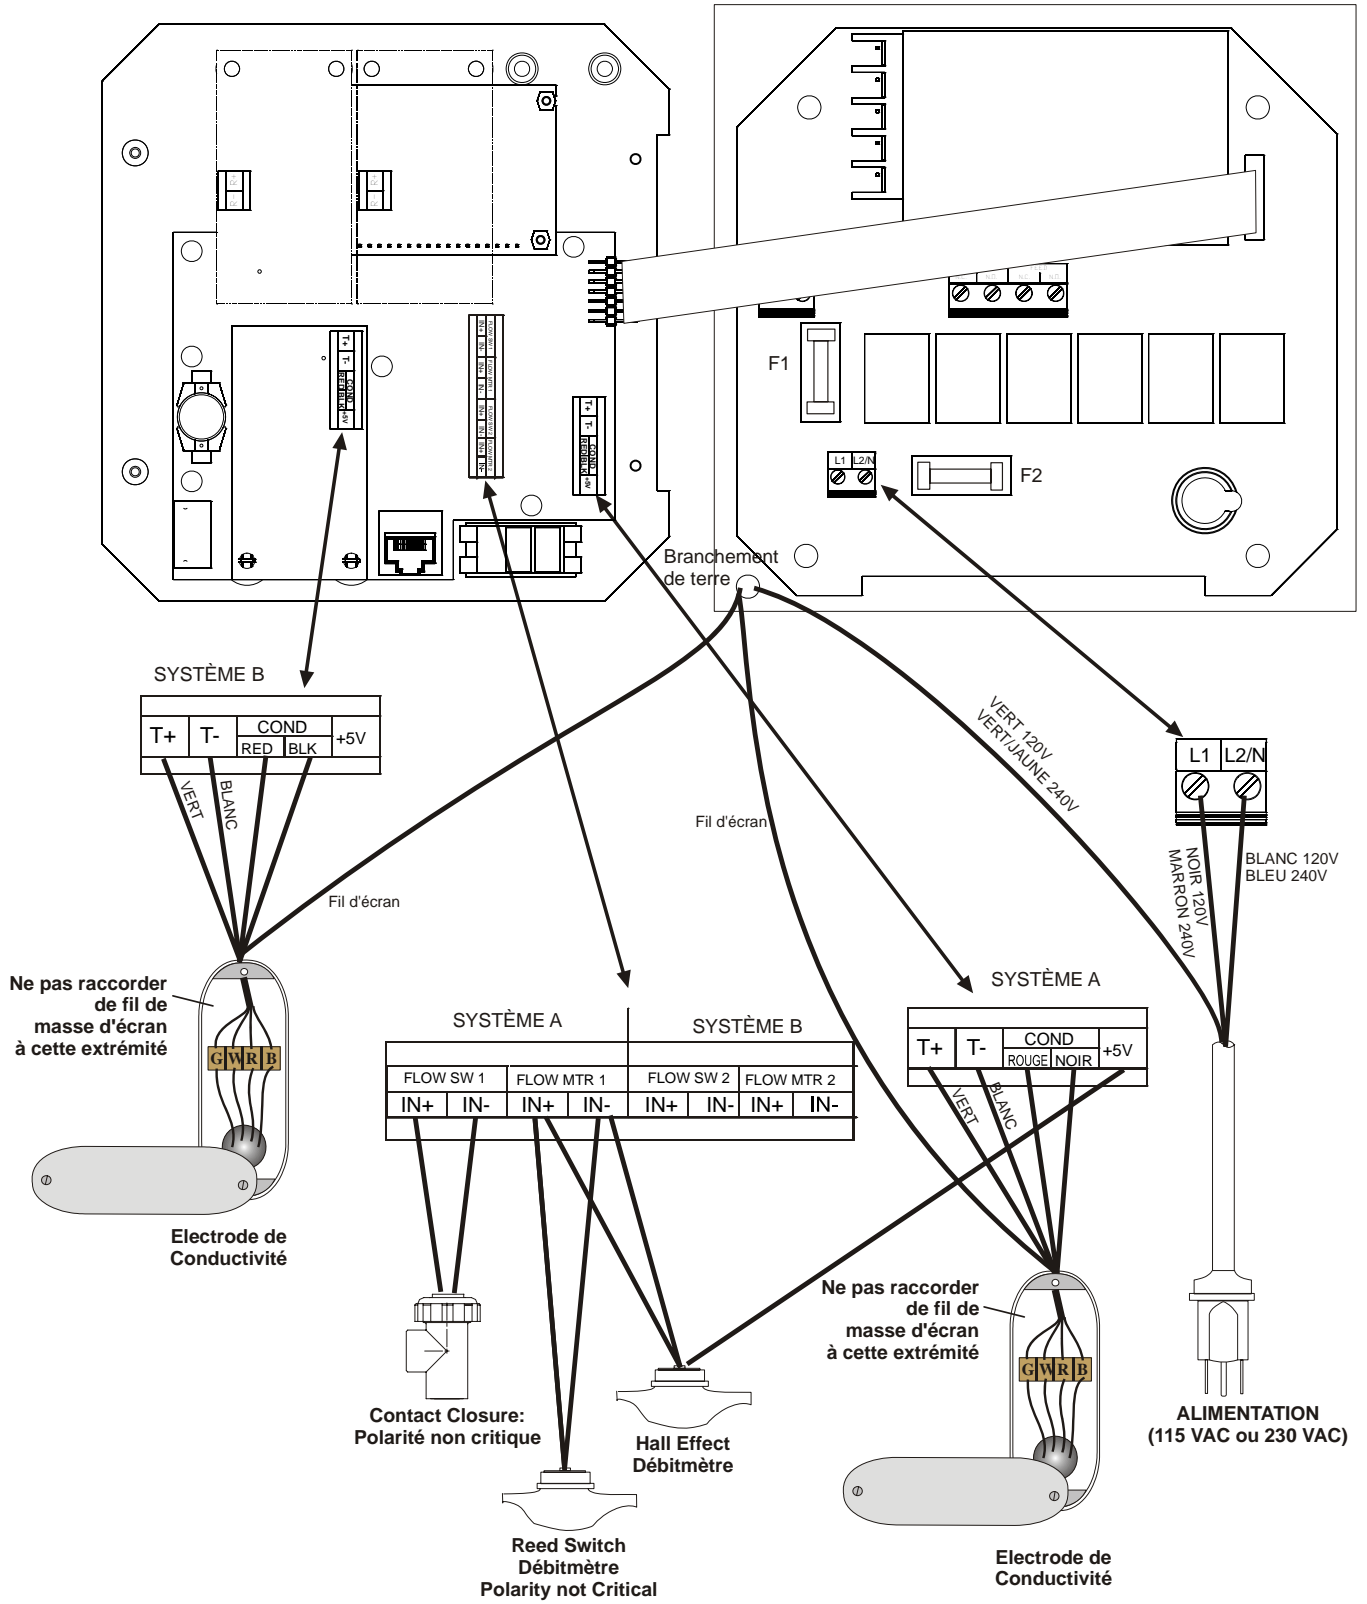

Figure 4 Entrées
Les différentes options de câblage standard sont montrées dans la figure 2, ci-dessous. Votre régulateur WDB arrivera de l'usine précâblé ou prêt au câblage. Selon votre configuration des options, vous devrez recâbler quelques ou toutes les entrées/sorties de l'appareil. Reportez-vous aux figures 4 et 5 pour la disposition et le câblage.
2. Lorsque vous câblez l'entrée du débitmètre optionnel, la sortie 4-20 mA ou le détecteur de débit à distance, il est recommandé d'utiliser une paire de fils blindés, tressés de 11 à 13 A. Le blindage devra être raccordé à la terre du régulateur (voir figures 4 et 5).